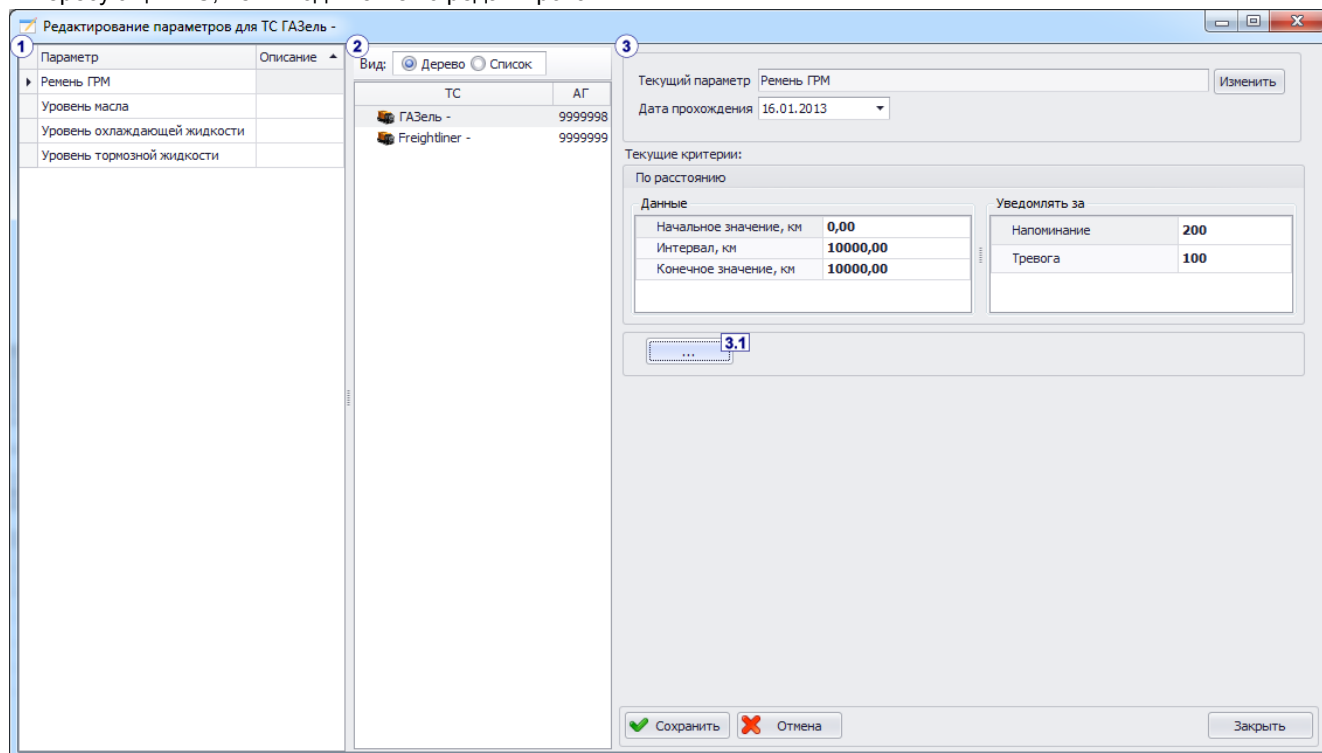

Рис.25 – Редактирование параметров для ТС.
- Список ТС** – это список всех ТС, зарегистрированных в программе. Пользователь может выбрать наиболее удобный вид представления списка ТС: Дерево или Список. При выборе параметра (рис.25,п.1) в списке ТС будут показаны только те ТС, у которых выбранный параметр отслеживается в программе. ТС, у которых этот параметр не отслеживается, будут скрыты.
- Настройки параметра.** При выборе интересующего параметра и ТС на этой панели будут показаны настройки выбранного параметра, заданные для выбранного ТС. Пользователь может изменять настройки параметра: выбрать другой параметр, дату прохождения ТО, изменить параметры критериев, по которым отслеживается данный параметр. Для добавления дополнительного критерия следует нажать кнопку Изменение критериев (рис.25,п.3.1).